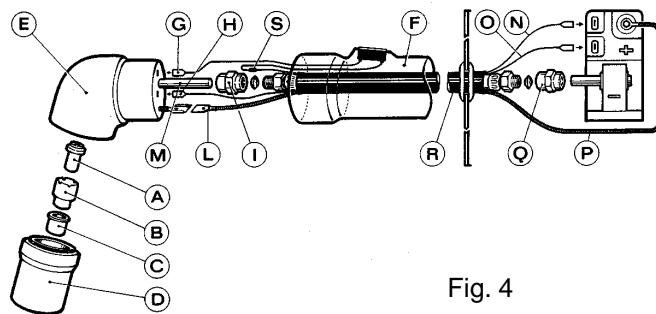

Fig. 4
1) cambio de las partes da consumo (Fig. 4).
2) Cambio del cuerpo antorcha **E** (Fig. 4).
3) Sustitución de toda la antorcha (Fig. 4).
4) Sustitución del cable R (Fig. 4).